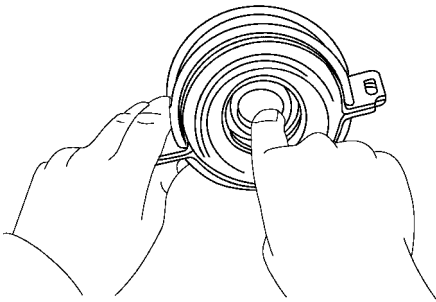

图 13-14 检查轴承能否自由转动
(3) 检查中间轴承是否磨损或损坏。检查轴承能否自由转动，如图 13-14 所示。如果轴承已损坏、磨损或不能自由转动，则应更换之。